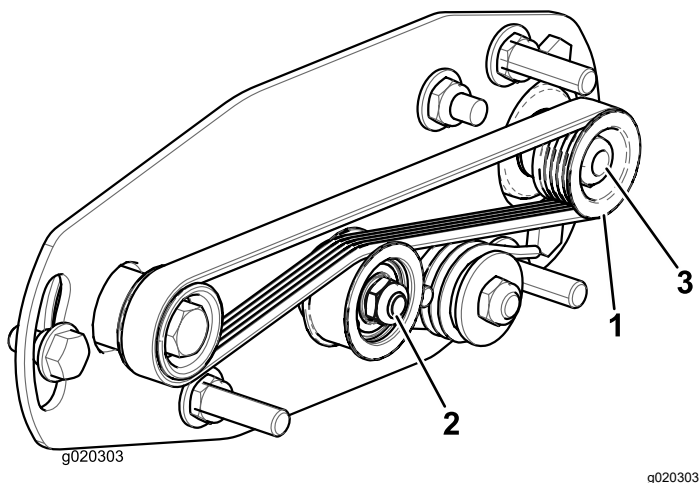
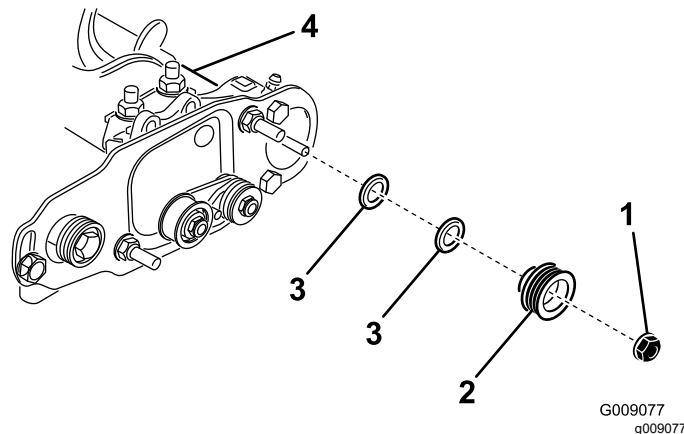

Figura 23
Figura 24
1. A polia acionada (no veio da escova do rolo) pode-se movimentar para dentro ou para fora (Figura 23).
2. Rodando o cilindro, que por sua vez roda a polia da transmissão, levante a correia da polia da transmissão (Figura 23
3. Retire a porca de retenção que fixa a polia acionada ao veio da escova (Figura 23 ou Figura 24).
4. Retire a polia acionada do veio (Figura 24).
5. Se a polia necessitar de sair mais, adicione uma anilha de 0,8 mm de espessura (Figura 24).